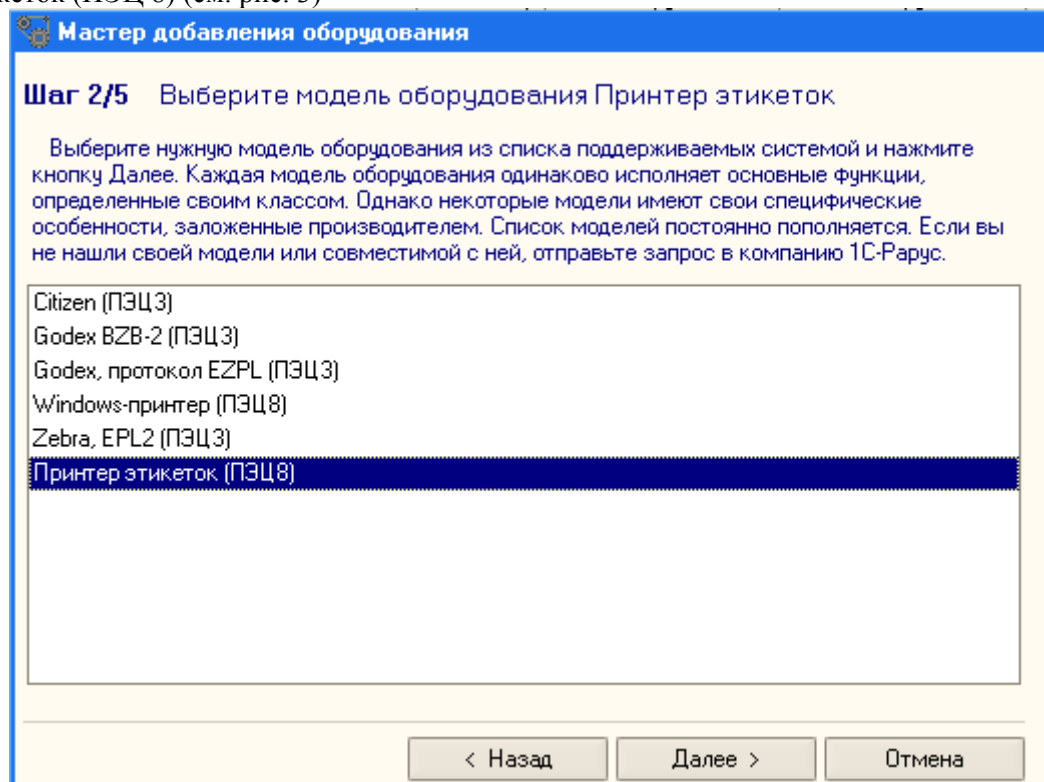

Рис. 3 «Мастер добавления оборудования. Шаг 2»
- На следующем шаге в списке поддерживаемого оборудования выберите модель - Принтер этикеток (ПЭЦ 8) (см. рис. 3)